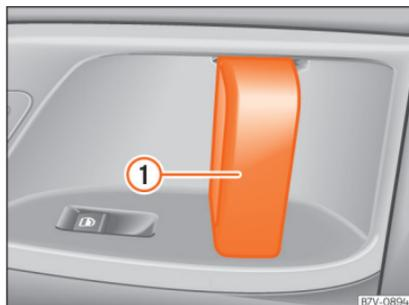

Abb. 136 An der Schiebetür: Türgriff ①.
Schiebetür von innen öffnen.	Bei entriegelter Schiebetür den Türinnengriff ziehen und Schiebetür vollständig aufschieben » Abb. 136 ①.